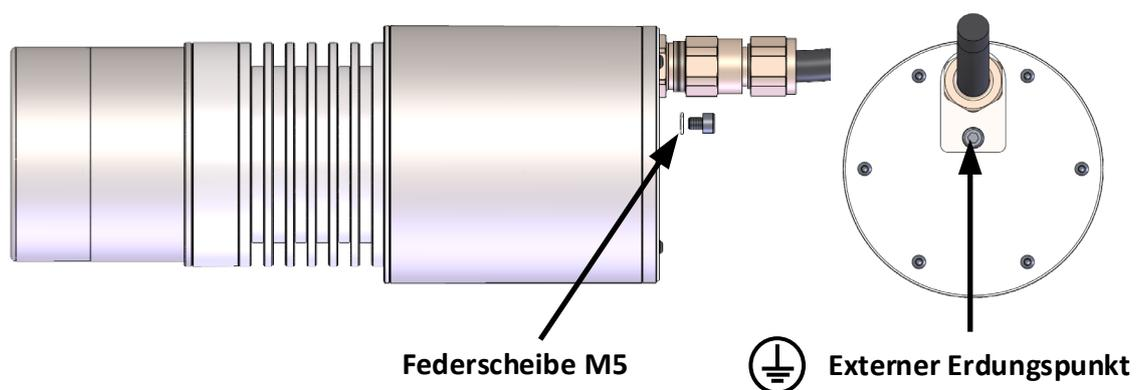

Abbildung 4: Externer Erdungspunkt
- Stellen Sie sicher, dass der Sensor, die Montagekomponenten und das Gehäuse ordnungsgemäß geerdet sind. Der Sensor muss mit einem Kabelleiter  $\geq 4 \text{ mm}^2$  (11 AWG) geerdet werden. Beim Anschließen des Erdungskabels muss die mitgelieferte Federscheibe M5 verwendet werden (Abbildung 4).